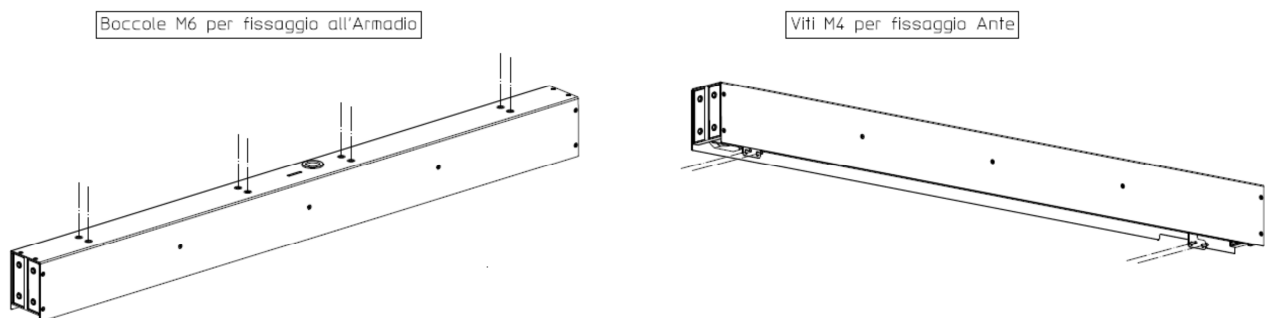

Figura 3-1. Schema di montaggio meccanico della traversa
- a. Il fissaggio della traversa al supporto è da eseguire come indicato in Figura 3-1
2. Fissaggio del pannello alla traversa, sempre come indicato in Figura 3-1